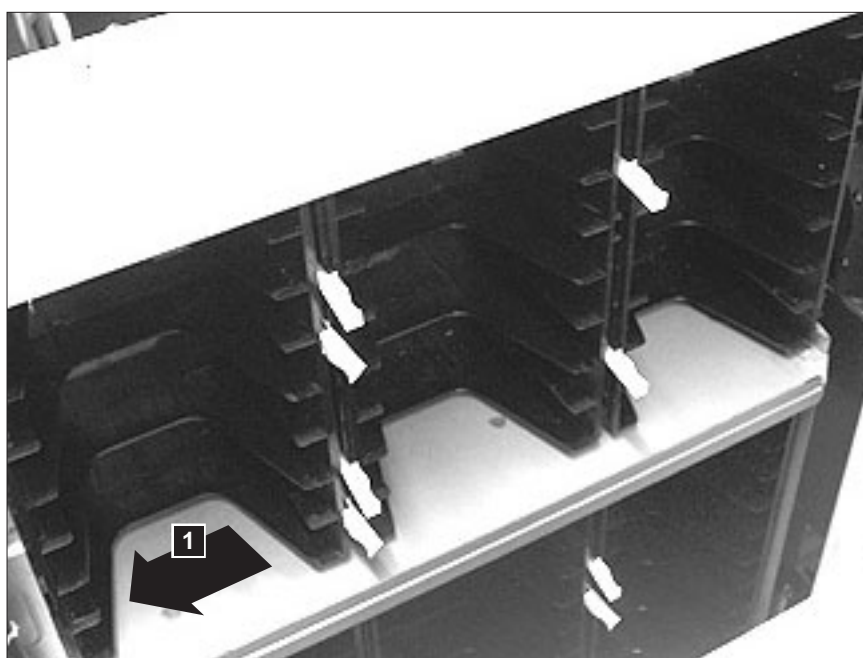

Рисунок 11-10. Снятие магазина
2. Потяните магазин в направлении к передней части библиотеки (1 на рис. 11-10) для освобождения от фиксаторов в задней части магазина.